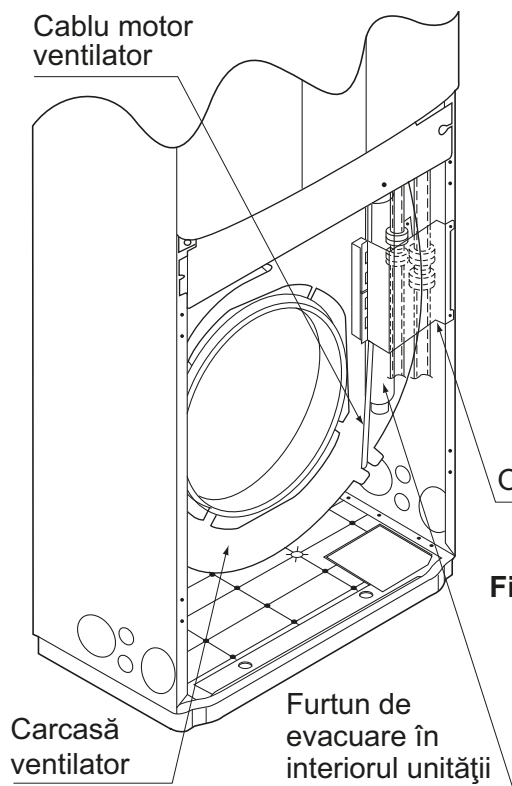

Fig. 12
- Scoateți opritorul conductei. **(Consultați Fig. 12)**